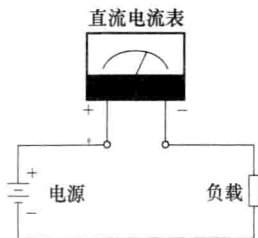

图 1-1 电流表的正确接法
① 在测量前,应首先明确所测电路中的电流是交流电流还是直流电流。如果所测电路中的电流是交流电流,应使用交流电流表;如果是直流电流就应使用直流电流表。有的万用表只有直流电流挡,所以只能测量直流电流。
② 粗略估计电路中电流的大小,以便选择电流表的测量范围。在使用万用表的电流挡测量时,如果一时无法估计电流大小,挡位要宁大勿小,然后逐步缩小测量范围。
③ 断开被测电流支路,把电流表串联在电路中。测量直流电流时,直流电流表的正极必须和电路的正极相接,负极必须和电路的负极相接,不可接反,如图 1-1 所示。交流电流表则不分正、负。